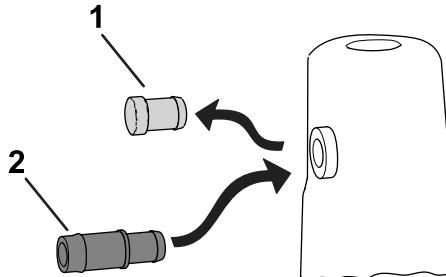

Figura 4
- Retire o bujão do depósito hidráulico (se equipado); consulte Figura 4.
- Insira o bico no olhal de borracha (Figura 4).